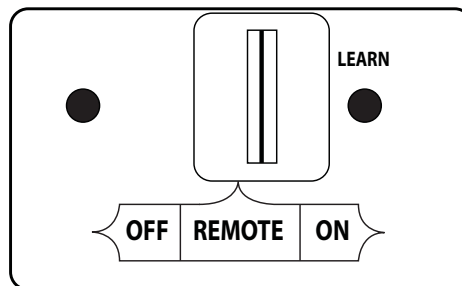

Fig. 14-1 Détail récepteur de télécommande (ON / SUR)
1. Repérez l'interrupteur à 3 positions sur le récepteur de télécommande (voir Fig. 14-1), Et faites glisser le commutateur en position **ON** (sur).